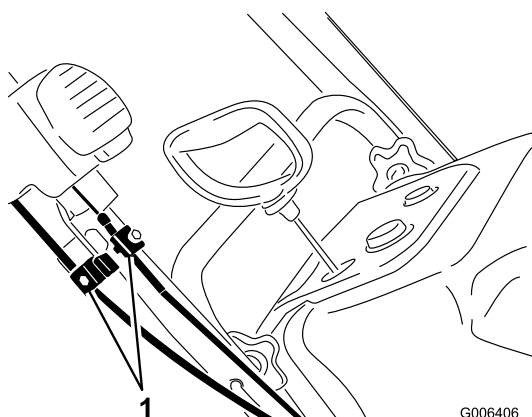

Figura 38
1. Slăbiți cele două cleme ale cablului de control Quick Shoot (Figura 38).